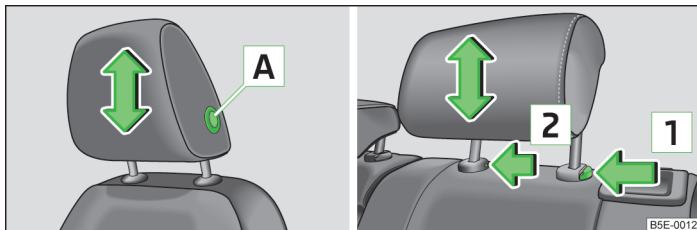

Fig. 49 Tetiera: față/spate
➤ Prindeți **tetiera față** lateral, cu ambele mâini, apăsați tasta de siguranță **A** » fig. 49 și mențineți-o apăsată și deplasați tetiera.
➤ Prindeți **tetiera spate** lateral, cu ambele mâini, și împingeți-o în sus » fig. 49.
- Apăsați tasta de siguranță în sensul săgeții **1** » fig. 49, în același timp apăsați cu o șurubelniță plată cu lățimea de max. 5 mm tasta de siguranță în orificiul **2** și trageți tetiera afară.